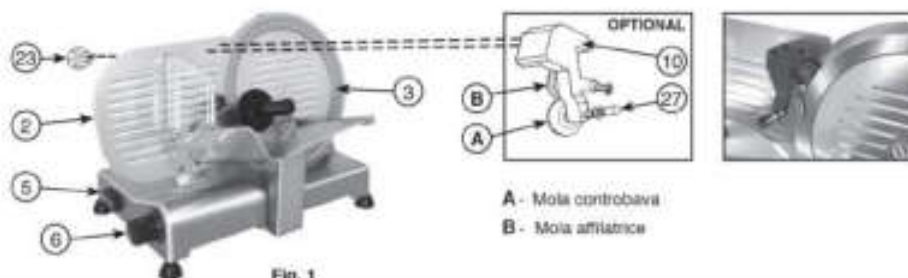

Fig. 1
- Posizionare la paratia mobile (2) alla massima distanza dalla lama (3) ruotando la manopola graduata (6).
- Applicare il gruppo affilatore (10) sulla paratia mobile (2) come indicato in Fig. 1 bloccandolo sulla stessa mediante il pomolo (23).
- Premere l'interruttore d'avviamento motore (5) in modo da attivare l'affilatura automatica; se è necessario ruotare la manopola graduata (6) fin tanto che la mola affratrice ruoti assieme alla lama.
- Lasciare affilare automaticamente la lama per circa un minuto, quindi procedere premendo il bottone di pressione della mola controbava (27) per circa due-tre secondi; contemporaneamente al rilascio del bottone spegnere il motore.
- Effettuata l'affilatura togliere l'affilatore (10) dalla paratia mobile (2) e reinserire lo stesso nell'alloggiamento originario.